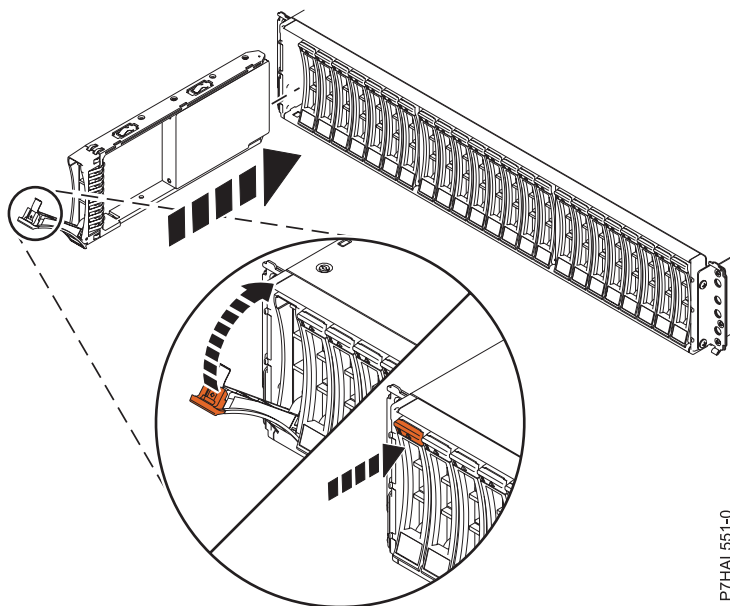

Figura 23. Instal·lació de la unitat de disc a Allotjament de la unitat de disc 5887
1. Amb la nansa en posició desbloquejada, tal com es mostra a Figura 23, aguanteu la part inferior de la unitat mentre l'alineeu amb les guies a la unitat d'expansió.